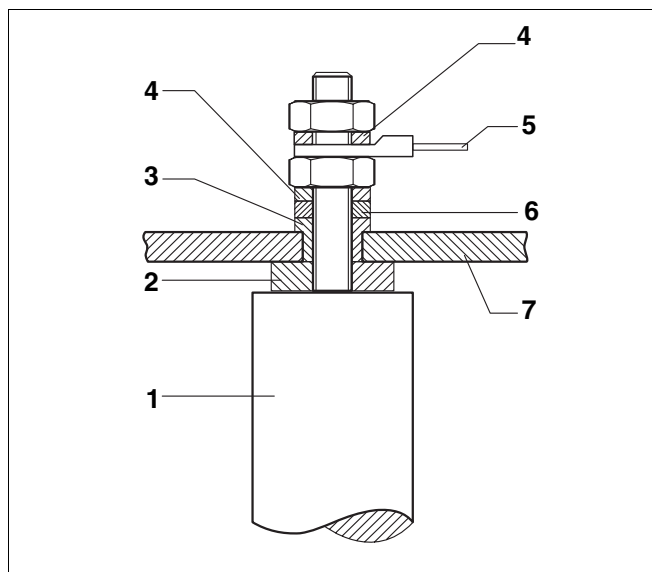

Fig. 10 Montage de l'anode au magnésium
- Dévisser les vis à tête hexagonale de la trappe de visite, retirer le couvercle avec anode au magnésium et vérifier son état de dégradation (fig. 10).
- Réétanchéfier l'anode au magnésium (fig. 10).